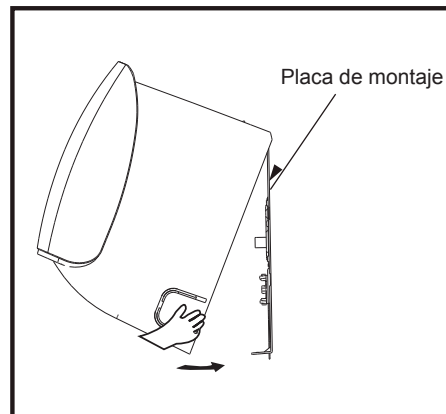

Fig. 7
- 1) Cuelgue la unidad en la placa de montaje (Fig. 7).